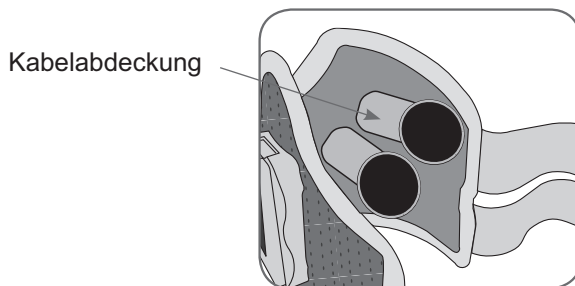

Abbildung 9-11: Kabelabdeckungen, die die Kabel der L300-Elektrodenbasen verdecken
6. Decken Sie Kabel und Druckknöpfe ggf. mit Kabelabdeckungen (nicht im Lieferumfang enthalten) ab (siehe Abbildung 9-11). Drücken Sie auf die Kabelabdeckungen, um diese auf der Folie der L300-FS-Manschette zu befestigen.